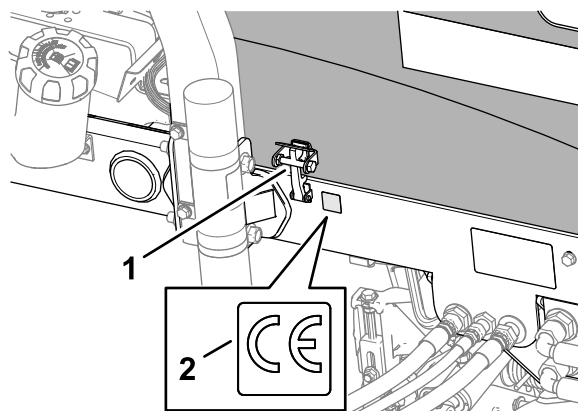

Figura 22
3. Curăai cu alcool cadrul din stânga, lângă mecanismul de blocare a capotei i lăsaî cadrul să se usuce (Figura 22).
4. Îndepărtaî suportul i aplicai autocolantul CE nr. piesă 133-8095 pe cadru, aa cum se arată în Figura 22.